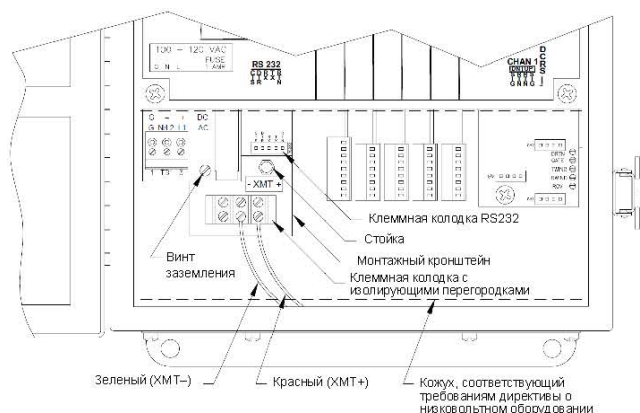

Рисунок 9: Монтаж преобразователя интерфейсов
В корпусе модели GF868 предусмотрен специальный кронштейн с преобразователем последовательных интерфейсов, непосредственно под клеммной колодкой RS232 (см. рис. 9). Стандартная клеммная колодка RS232 подсоединяется проводами ко входу преобразователя последовательных интерфейсов, а выход RS-485 преобразователя подсоединяется к клеммной колодке с изолирующими перегородками.
Стандартные заводские проводные соединения последовательного интерфейса RS485 предполагают последовательный монтаж от точки к точке. То есть один расходомер GF868 может быть подключен напрямую к одному персональному компьютеру. Чтобы подключить последовательный интерфейс RS485, см. рис. 9 и выполните указанные ниже действия.
3. Снимите монтажный кронштейн преобразователя последовательных интерфейсов. Для этого снимите стойку, расположенную под клеммной колодкой RS232, и винт заземления слева от нее (см. рис. 9).